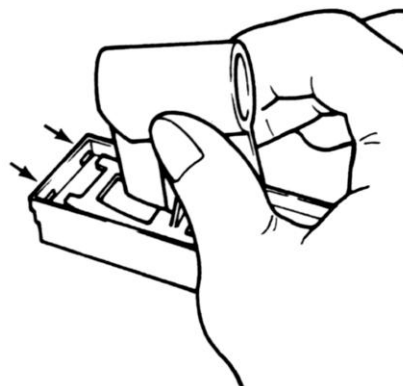

Figura 3-4
3. Inserire le due linguette sul fondo di una camera campioni pulita (3) nei fori corrispondenti del supporto della camera campioni. Vedere Figura 3-4.